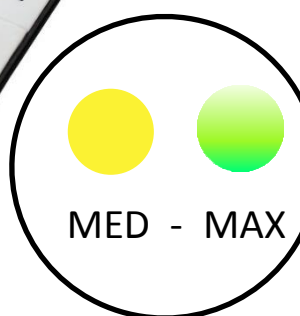

Fig. 12, 14
- La LED jaune s'allume Fig.12 puissance moyenne